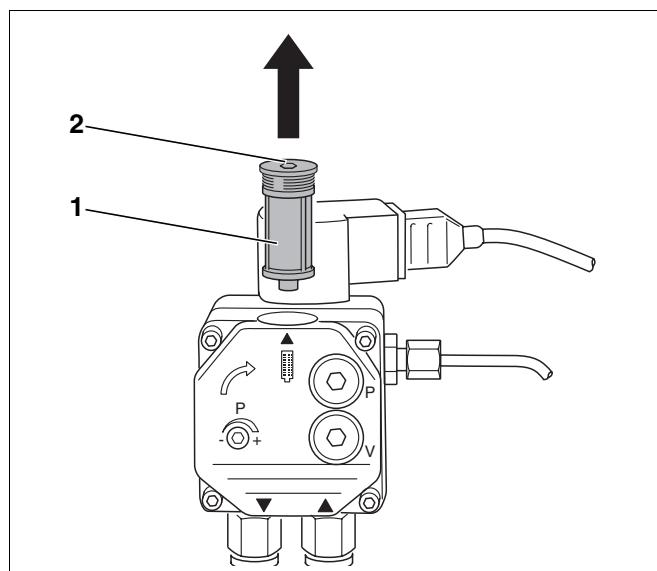

Рис. 20 Проверка фильтра топливного насоса Danfoss
- Открутить расположенный сверху винт с внутренним шестигранником (рис. 20, **поз. 2**).
- Вынуть вверх фильтр топливного насоса (рис. 20, **поз. 1**).
- Очистить фильтр топливного насоса (рис. 20, **поз. 1**) промывочным бензином, если требуется, заменить его, и вновь установить на прежнее место.